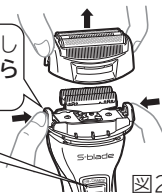

図21
- 1 スイッチを「OFF」にして外刃ホルダーをはずす。(図21)